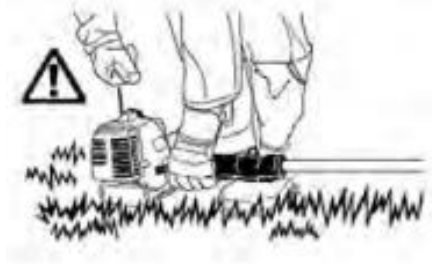

Fig. 15
- 4) Puxe lentamente a pega do motor de arranque até sentir o motor a forçar,, depois puxe rapidamente. Deixe a pega do motor de arranque voltar lentamente até à sua posição original. (Fig. 15)